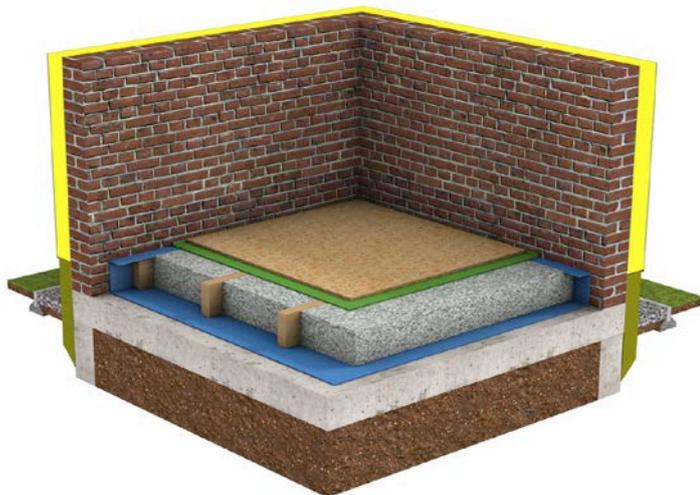

Fig. 1 Isolation au-dessus d'un terre-plein (vue 3D).
- si l'isolation est mise en œuvre au-dessus d'un terre-plein (voir figure 1), on s'assurera qu'un isolant imputrescible est présent du côté extérieur du mur et que celui-ci se prolonge dans le sol sur une profondeur d'au moins 40 cm dans le sol